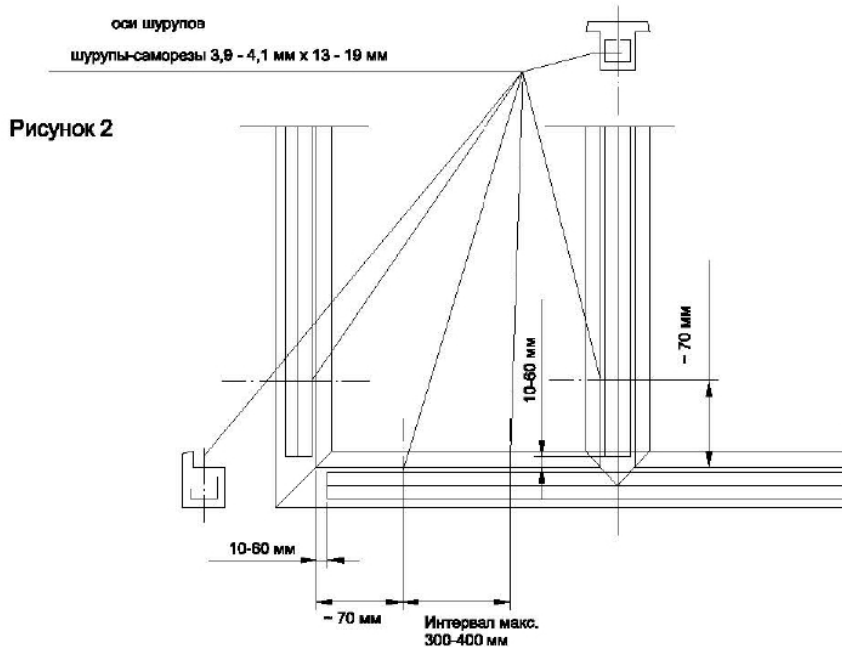

Рисунок 2
- Дверные створки - подлежат обязательному усилению. При этом армирующий профиль режется на усорезной пиле и соединяется специальными вкладышами (рис. 2).